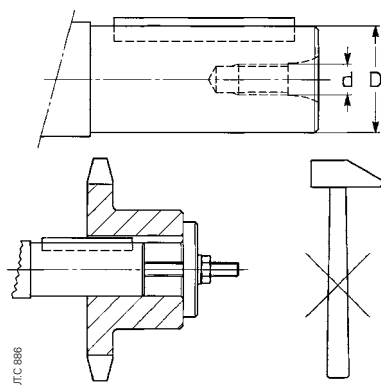

Fig. 2
**Atenção!** A montagem e desmontagem devem ser feitas com o auxílio de **tirantes** e de **extratores** servindo-se do furo roscado presente na cabeça à extremidade do eixo (ver a tabela na fig. 2), tendo o cuidado de evitar colisões e golpes que poderiam **avariar irremediavelmente os rolamentos, anéis elásticos** ou outras peças. Para os acoplamentos H7/m6 e K7/j6 é aconselhável efetuar a montagem a quente, com o aquecimento do componente que deverá ser encaixado até  $80 \div 100$  °C.